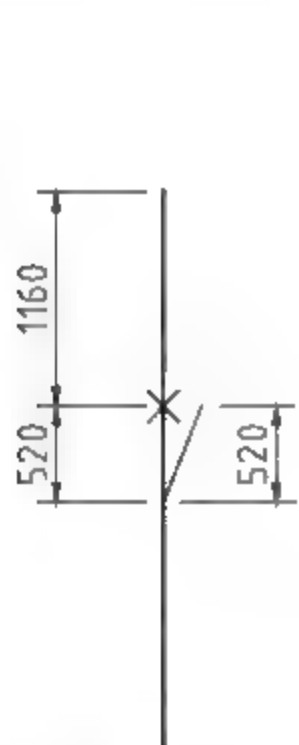

图9-91 绘制线路
**02** 按Enter键，继续调用L【直线】命令，结合【临时点捕捉】和【极轴追踪】功能，绘制直线，如图9-91所示。